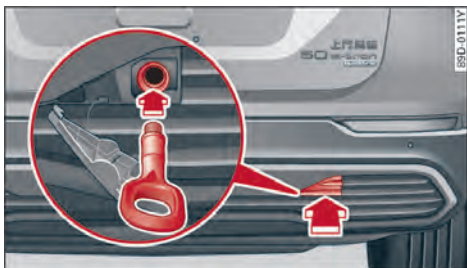

图 181 后保险杠：拧入拖车环
- ▶ 短促有力地向内按封盖⇒ 图 181。封盖从保险杠上自行脱开。